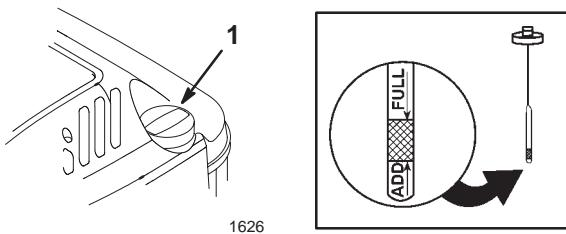

Abbildung 6
Vor jedem Einsatz darauf achten, daß der Ölstand zwischen den Markierungen *Add* und *Full* am Peilstab liegt (Abb. 6).
- Den Bereich um den Peilstab herum reinigen (Abb. 6).
- Den Ölstand am Peilstab ablesen (Abb. 6).
2. Den Bereich um den Kraftstofftankdeckel herum reinigen (Abb. 6).
3. Den Deckel vom Tank abnehmen (Abb. 6).